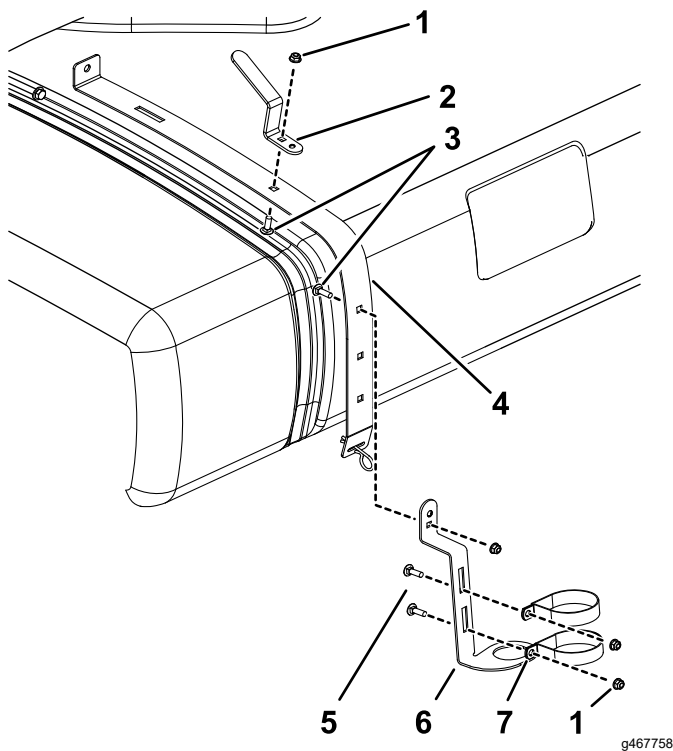

Figura 2
- En el Multi Pro WM, afloje el fleje trasero derecho (Figura 2).
2. Instale las abrazaderas en R, el soporte de la pistola de fumigación y el gancho de la manguera según se muestra en Figura 1 o Figura 2, con un perno de cuello cuadrado, una arandela plana y una tuerca con arandela prensada.